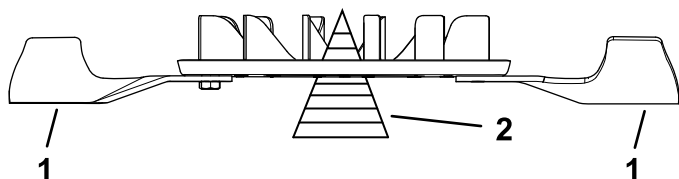

図 109
2. ブレードバランサーを使ってバランスを調べる図 109。